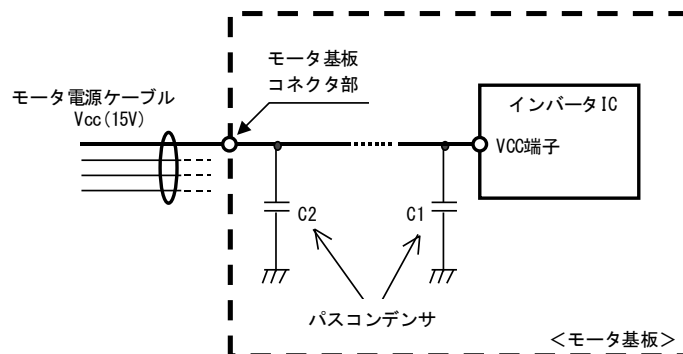

図 4.8.1 サージ電圧保護素子設置(例)
- ・対策 ①IC 端子に近接してパスコンデンサ C1 を配置する。パスコンデンサには、セラミックコンデンサ等の周波数特性の良いものを付加する。容量の目安は約  $1\mu\text{F}$ 。
②さらに図 4.8.1 のように、モータ基板コネクタ部に近接してコンデンサ C2 等のサージ吸収素子を配置すると有効である。